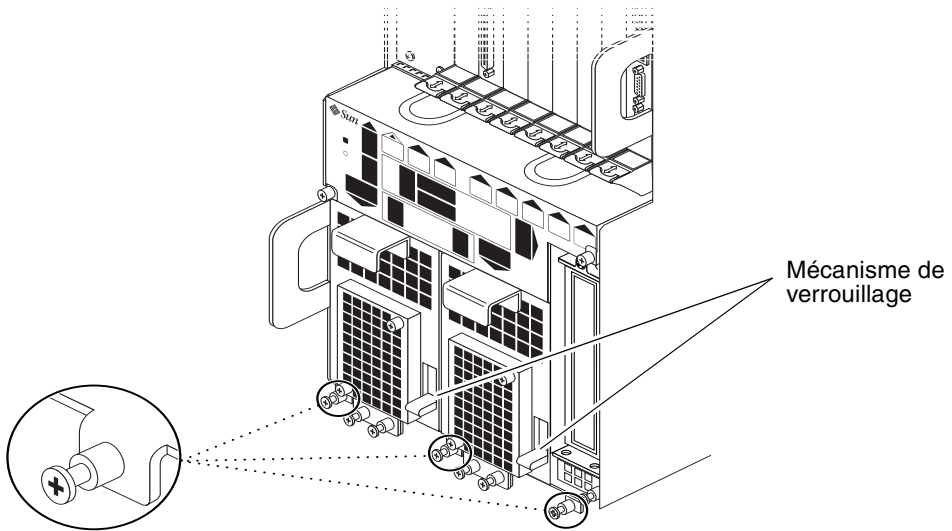
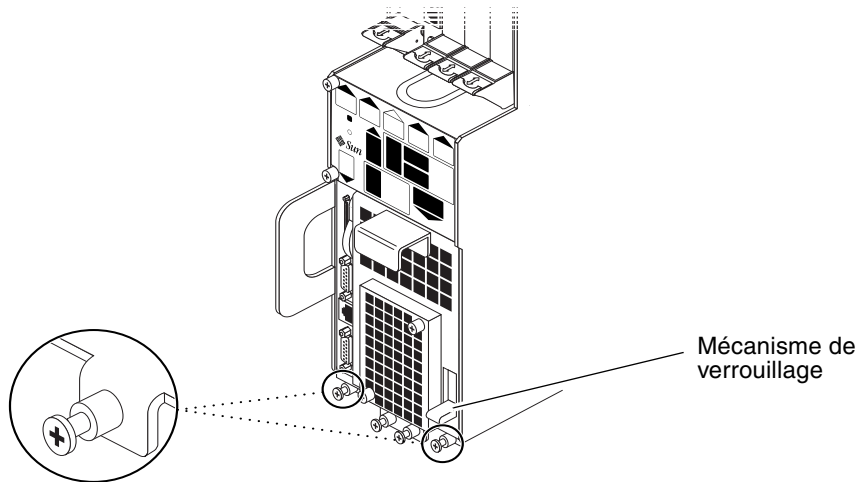

FIGURE 2-10 Desserrage des vis dans la partie inférieure du serveur Netra ct 800
FIGURE 2-11 Desserrage des vis dans la partie inférieure du serveur Netra ct 400
- Si vous retirez un serveur Netra ct 800, desserrez les *trois* vis imperdables noires placées dans la partie inférieure du serveur (FIGURE 2-10).
- Si vous retirez un serveur Netra ct 400, desserrez les *deux* vis imperdables noires placées dans la partie inférieure du serveur (FIGURE 2-11).
La FIGURE 2-10 illustre l'emplacement du mécanisme de verrouillage des deux unités d'alimentation dans le serveur Netra ct 800, la FIGURE 2-11 indique l'emplacement du mécanisme de verrouillage de l'unique unité d'alimentation du serveur Netra ct 400. Assurez-vous que vous avez déverrouillé les *deux* unités d'alimentation si vous retirez un serveur Netra ct 800. Il vous sera dans le cas contraire impossible d'extraire le serveur du châssis.